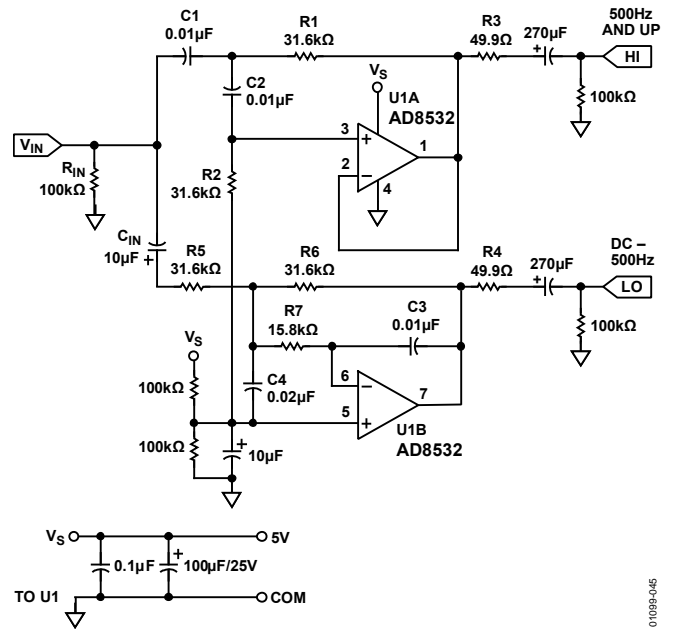

図 45. 単電源 2 ウエイ・アクティブ・クロスオーバー
アクティブ・フィルタは、小型、寄生の影響が比較的小さい、低/高チャンネル駆動の制御が容易、専用アンプによるドライバ制御などの理由により、ラウドスピーカ・クロスオーバー回路で役立ちます。Sallen-Key (SK) フィルタと多重帰還(MFB)フィルタのアーキテクチャは、アクティブ・クロスオーバー回路の実現に有効です。図 45 に示す回路は、両フィルタ回路の利点を組み合わせた単電源 2 ウエイ・アクティブ・クロスオーバー回路です。